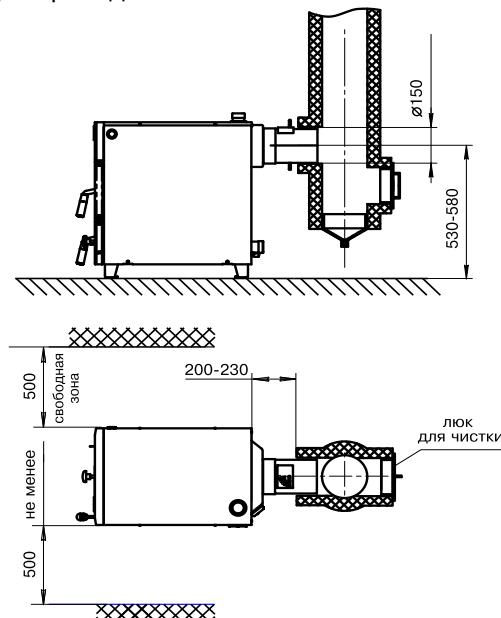

Рис.2 Схема установки котла
6.1.2. Перед установкой котла на сгораемые конструкции здания под котлом и перед его фронтом на 500мм необходима прокладка стальных листов толщиной 0,6 - 1,0 мм по асбестовому или базальтовому картону, толщиной 3-5мм. Схема установки котла показана на рис. 2.